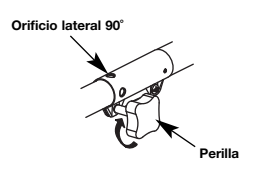

Fig. 15
3. Gire la perilla en sentido horario para ajustarla (Fig. 15). Para recortar bordes mientras usa el accesorio de corte de cabeza de línea con modelos Rapid-Link™, trabe el botón de desconexión en el orificio lateral de 90° (Fig. 15).